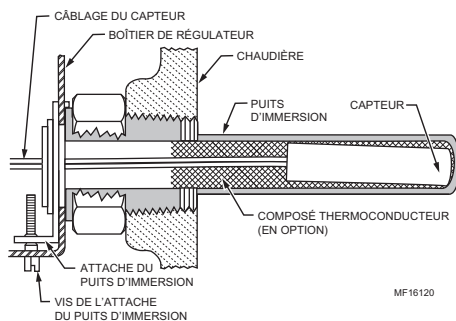

Fig. 2. Position du capteur dans le puits d'immersion.
Si le capteur n'épouse pas parfaitement la forme du puits, utiliser le composé thermoconducteur (fourni avec les modèles TRADELINE®) en procédant comme suit : plier le sac de plastique contenant le composé thermoconducteur sur le sens de la longueur et l'enrouler doucement. Couper ensuite l'extrémité du sac et la placer tout au fond du puits. Tirer doucement sur le sac pour le retirer du puits tout en le comprimant fermement de manière à distribuer uniformément le composé dans le puits. Plier le fil, au besoin, pour que le capteur reste au fond du puits et que la paroi externe du capteur reste en contact avec la paroi interne du puits. Consulter la Fig. 2. Essuyer l'excès de composé de l'extrémité extérieure du puits.
3. Mettre le capteur à l'intérieur du puits comme l'indique la Fig. 2 ou 3. (Consulter la section traitant de l'installation du capteur de rechange.)